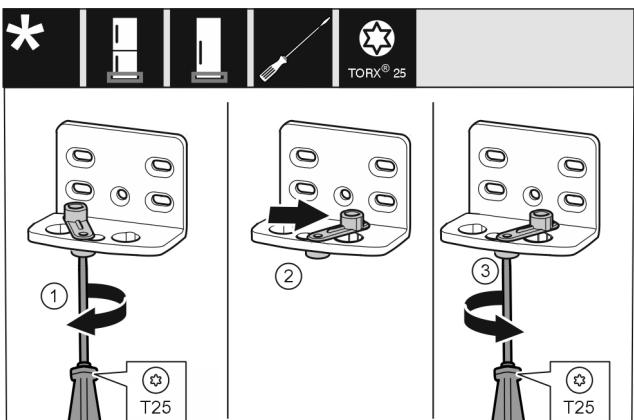

Fig. 11
- ▶ Atlaivinkite varžtą atsuktuvu T25. Fig. 11 (1)
- ▶ Pakelkite pagalbinį durų uždarymo įtaisą ir 90° kampu pasukite į dešinę kiaurymėje. Fig. 11 (2)
- ▶ Tvirtai prisukite varžtą atsuktuvu T25. Fig. 11 (3)